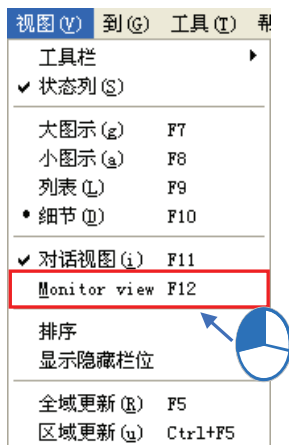

图 3-13 Monitor View
- ❶ **名称 (N)**: 请输入此Data Item的识别名称, 至多可输入 50 个字符, 而输入的内容除了底线之外, 不可使用其它如*、#、?、\、%、@ ...等特殊符号, 且第一码不可为数字, 若输入的名称为寄存器名称, 则区域❷右方起始地址将自行改变(当名称设为寄存器名称时要与起始地址设置的寄存器相同), 区域❷左方的Data Type也会自行变动, 用户可依照自身需求变更)。描述为此Data Item的说明, 可输入任意文字, 上限为 50 个字符。
- ❷ 在此区域设置目标寄存器的数据类型与起始地址; 若勾选**数组**与设置**组件个数**后, 将会从起始地址开始取回设置个数的寄存器。勾选 **Use conversion** 后可以选择以建立的 Conversions 项目, 将数值做处理转换。Conversions 的功能请参阅第 4.1.1 节。
- ❸ 若勾选**Simulate**后便可从已建立的Simulation Signals中选择做为仿真信号的项目, 此时OPC server所获取的值便会来自于此仿真信号, 不论是否联机到PLC; 除了可在**信号波 (i)** 字段下拉选取波形之外, 也可勾选**手动设置(M)**后输入某一常数值作为仿真信号值。Simulation Signals 的功能请参阅第 4.1.2 节。
- ❹ 若勾选 **Generate Alarms**, 便可从 Alarm Definitions 中选择已建立报警极限值的项目, 当此寄存器数值到达极限值条件时, 将会在 Client 显示报警。Alarm Definitions 功能请参阅第 4.1.3 节。
- 完成设置后按下「**确定 (A)**」按钮, 以写入设置到Config 文件中。「**重设 (R)**」为恢复前一次保存的设置, 「**新增 (d)**」用于新建一个项目。「**其它属性**」用于对此Data Item作描述与说明。
Monitor View为简易的内建SCADA工具，提供用户视图联机的正确性。当完成前述章节的设置以及与现场设备的联机后，单击图标工具栏的，也可在项目管理区的右键快捷选项中按下**Monitor View**或是视图 (V) > **Monitor View (M)**，如图 3-13，即可打开Monitor View，并会在窗口下方出现Monitor View显示区。